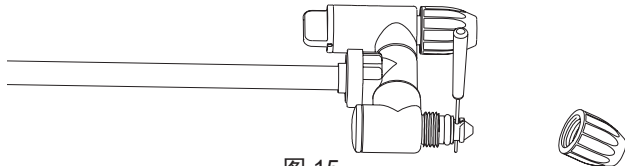

图 15
- 用一根小电线穿过外露的孔，清除碎片。然后用清水冲洗。参见图 15。